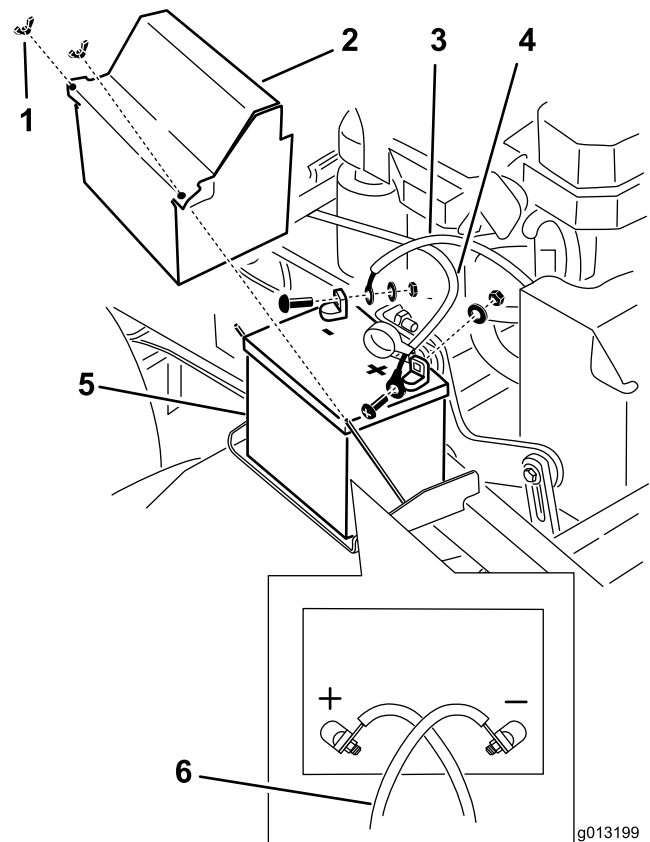

Figura 53
3. Desligue o cabo negativo da bateria do terminal negativo (-) da bateria (Figura 53).
4. Retire a protecção do terminal vermelho do terminal positivo (vermelho) da bateria. Em seguida, retire o cabo positivo (vermelho) da bateria (Figura 53).
5. Retire a placa de suporte da bateria e guarde todas as peças (Figura 53) e retire a bateria.
1. Coloque a bateria na máquina (Figura 53).
3. Primeiro, instale o cabo positivo (vermelho) da bateria no terminal positivo (+) da bateria com uma porca, anilha e perno (Figura 53). Coloque a protecção de borracha no borne.
4. Em seguida, instale o cabo negativo da bateria e o cabo de massa no terminal negativo (-) da bateria com uma porca, anilha e perno (Figura 53).
**Nota:** Os cabos da bateria cruzam-se quando estão correctamente instalados (Figura 53).